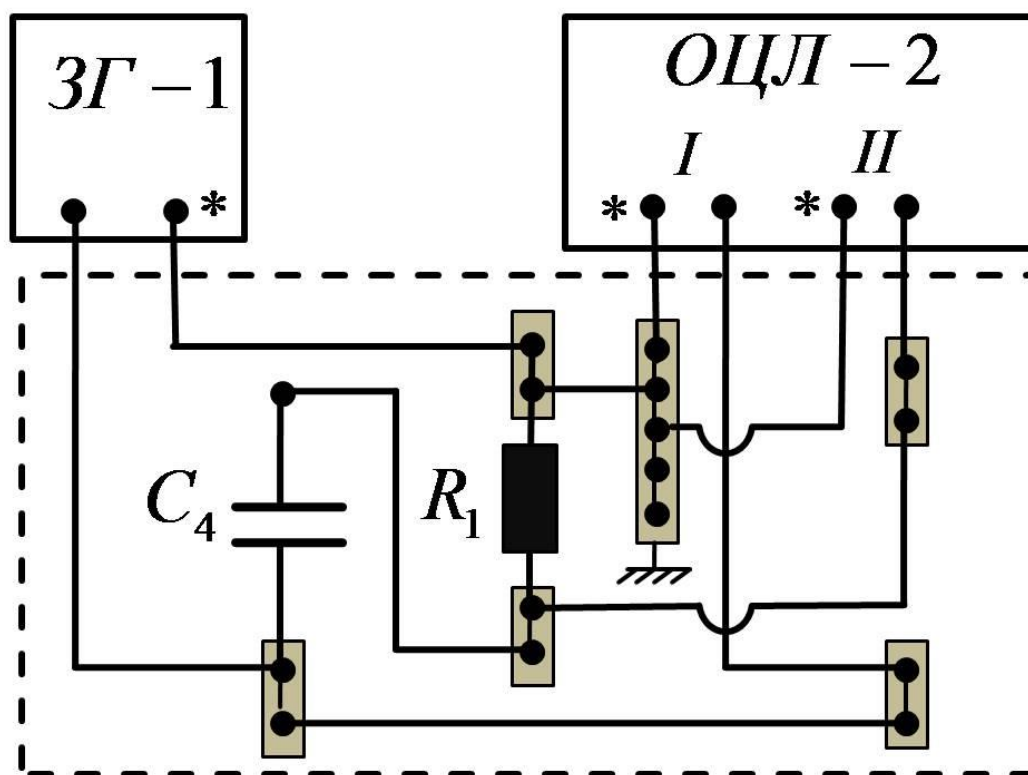

Рис.12. Рабочая схема для изучения RC-цепочки.
4. Соберите электрическую схему (рис. 12). Используйте резистор $R_1=68$ Ом и конденсатор $C_4=0.47$ мкФ. Установите ручку регулировки выходного напряжения генератора в положение 3,5 деления, а частоту выходного сигнала генератора $f=350$ Гц. Сигнал с генератора ЗГ-1 подайте на вход цепочки и на канал I осциллографа, сигнал с резистора подайте на канал II осциллографа.